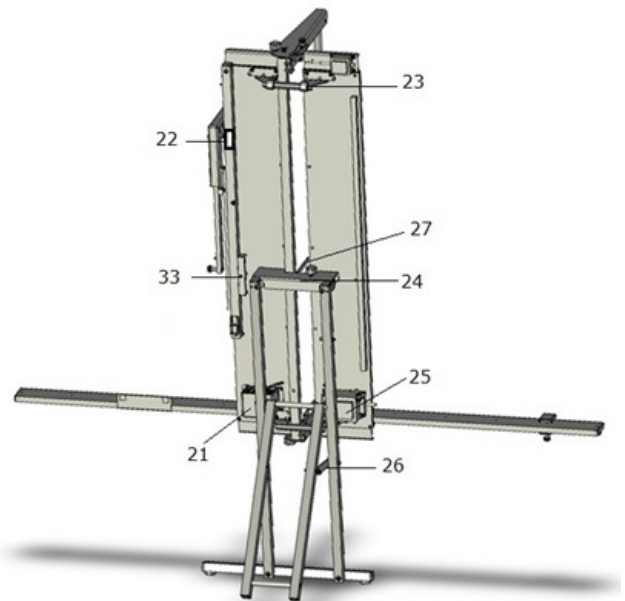

Fig. 2
- Utilizzare l'apposita maniglia (33, fig. 2).
- Aprire il supporto come mostrato nella fig. 2 e fissare il meccanismo di bloccaggio (26) per ottenere un supporto sicuro.
- Sul retro della macchina, aprire il fermo di sicurezza sul supporto (24, fig. 2) e appendere la macchina alla barra superiore del supporto.
- Chiudere il fermo di sicurezza sul supporto macchina (24, fig. 2 + 3) e avvitarlo completamente.
- Sul retro della macchina, aprire il fermo di sicurezza sul supporto (24, fig. 2 + 3) e appendere la macchina alla barra superiore dello schienale.
- Il trasformatore (25) e il box portaoggetti (21) entrano in contatto con la barra inferiore dello schienale.